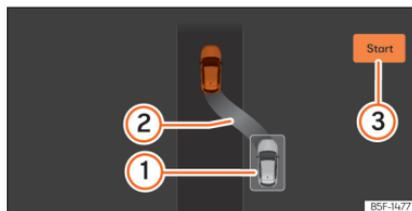

Fig. 158 No ecrã do painel de instrumentos: sair do estacionamento de um lugar em paralelo.
- Retroceda até soar o sinal contínuo do ParkPilot; **OU**: faça marcha-atrás até aparecer a indicação de fazer marcha à frente no ecrã do painel de instrumentos. A barra de progresso **»» Fig. 158** ③ indica a distância a percorrer .